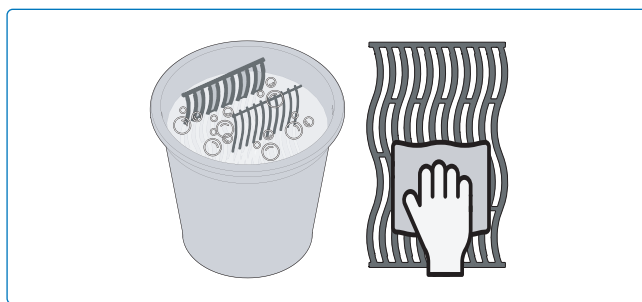

Fig. 20
2. Rincez à l'eau chaude et séchez soigneusement avec un chiffon doux pour éviter la rouille (**Fig 20**).